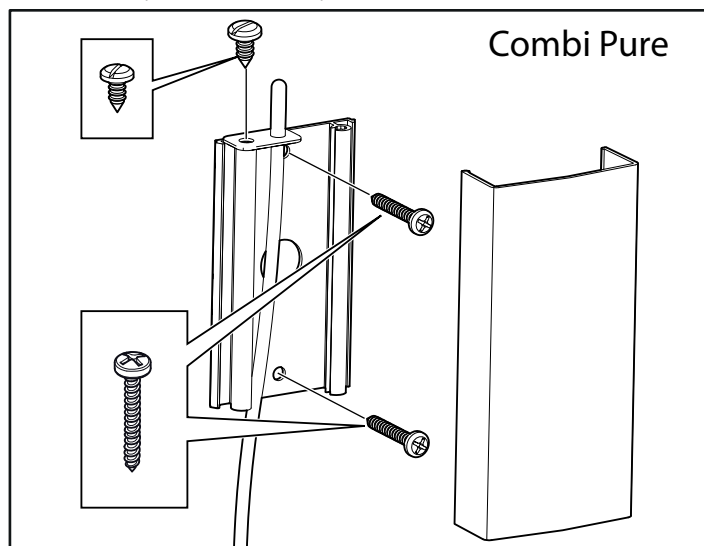
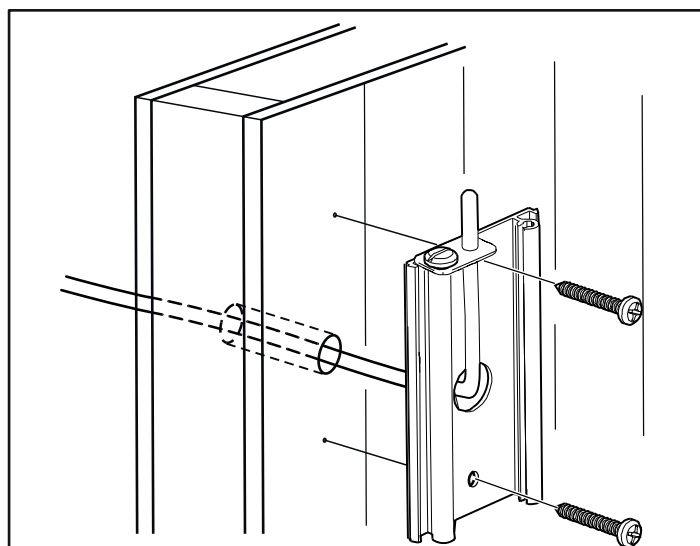

Figure 14 : Installation de la sonde - Combi Pure
Figure 16A : Raccordement à travers la cloison. L'exemple montre la sonde pour Combi Pure.
12. Installez la sonde sur le mur (voir figures 14 et 15). Le fil de la thermistance peut également être passé dans le mur (voir figures 16A et 16B). Bouchez tous les trous dans le mur derrière la sonde. Le conducteur de la thermistance peut être prolongé à l'extérieur du sauna à l'aide d'un câble basse tension (à 2 conducteurs).